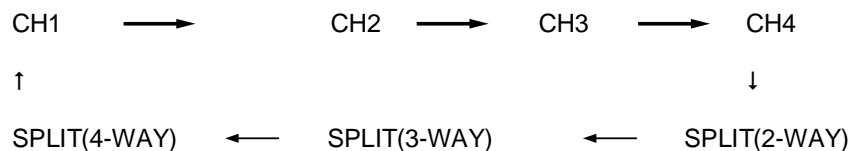

Figura 2: Sequência de fonte selecionada (Todas opções de fonte em "ON")
- Pressione o botão **SELECT** para iniciar a sequência de modos de fonte de entrada conforme indicado na Figura 2.